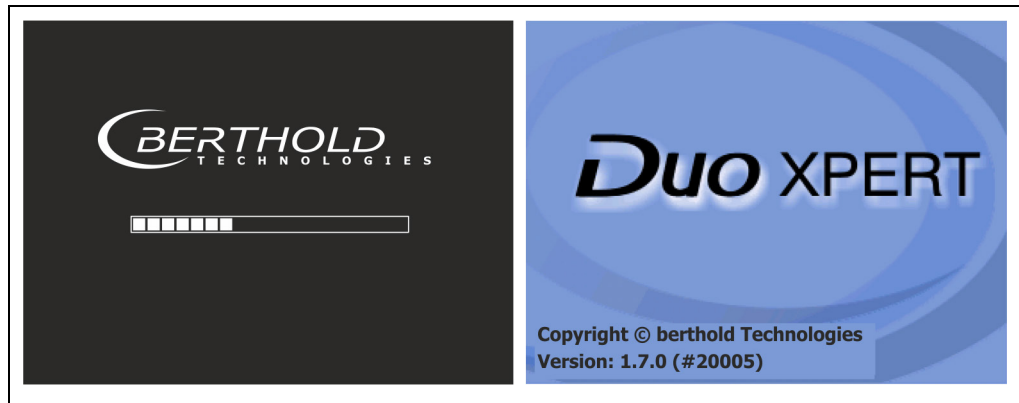

Abb. 14 Startbildschirme mit Anzeige der Softwareversion
1. Lösen Sie die vier versenkten Schrauben an der Vorderseite der AWE (Abb. 14 Pos. 1).
2. Ziehen Sie das Gehäuse (Abb. 14, Pos. 2) vorsichtig ab.
3. Schieben Sie den Schalter (Abb. 14, Pos. 3) auf Position **a** für „aktiv“ (SOURCE), auf Position **p** für „passiv“ (SINK).
5. Verschrauben Sie das Front-Panel wieder mit vier Schrauben (Abb. 14, Pos. 1) mit dem Gehäuse (Abb. 14, Pos. 2).